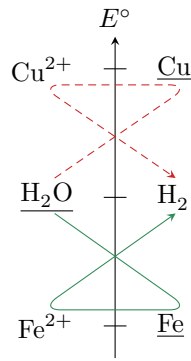

Figure 2 – Règle du gamma dans un radiateur.
**1** D'après la règle du gamma, voir figure 2, l'eau peut oxyder le fer mais pas le cuivre. C'est donc nécessairement le radiateur qui est oxydé, selon la réaction